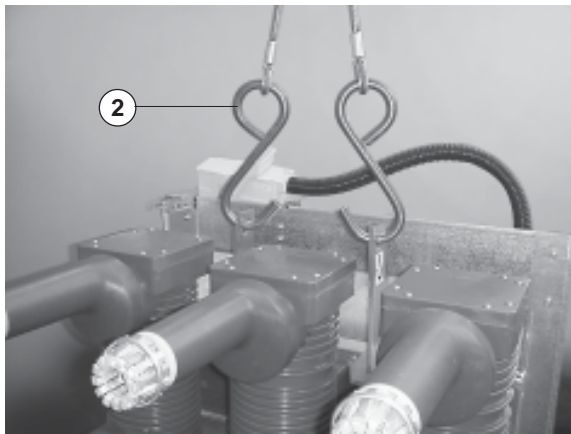

Fig. 2d
- Applicare i ganci (2) come indicato in (fig. 2d) e sollevare.
- Al termine dell'operazione sganciare gli attrezzi (1).
- Attach the hooks (2) as illustrated in fig. 2d and lift;
- On completion of the operation, remove the tools (1).